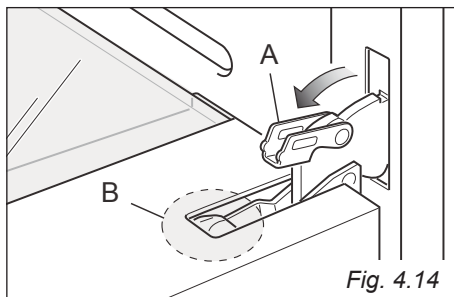
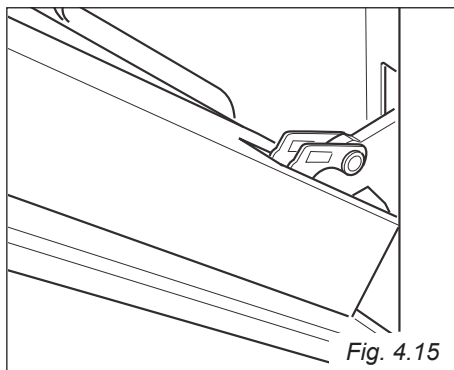

Fig. 4.14
Fig. 4.15
- Aprire completamente la leva "A" delle cerniere destra e sinistra (fig. 4.14).
- Socchiudere dolcemente la porta (fig. 4.15) fino a quando le leve "A" delle cerniere destra e sinistra si agganciano alla parte "B" della porta (fig. 4.14).
1. Assicurarsi che la porta sia bloccata aperta (vedere fig. 4.15).